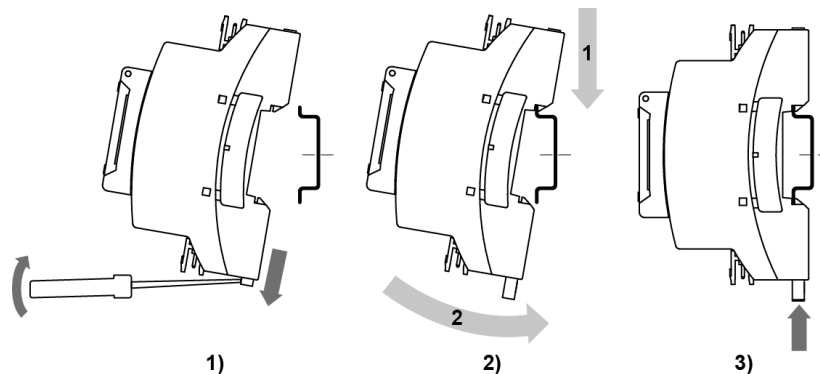

Рисунок 4.1 – Установлення пристрою
2. Встановити пристрій на DIN-рейку відповідно до рисунку у напрямку стрілки 1 (рисунок 4.1, 2);
3. Вставивши викрутку у вушко, відтягнути засувку рисунок 4.1, 1).
4. Притиснути пристрій до DIN-рейки в напрямку, показаному стрілкою 2. Зафіксувати засувку (див. рисунок 4.1, 3).
2. Виконати дії з рисунок 4.1 у зворотному порядку.